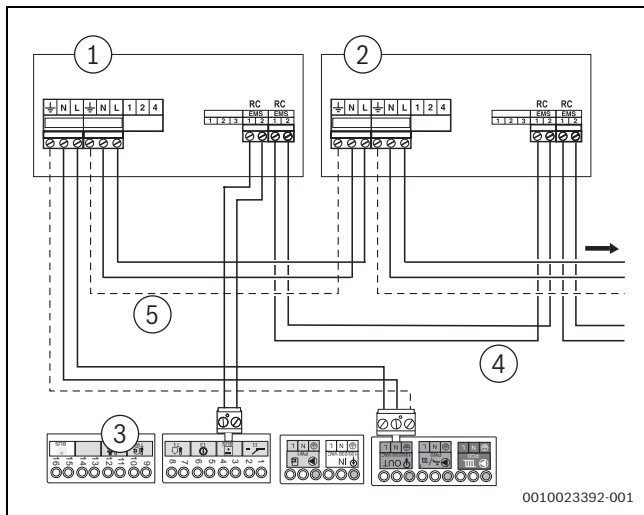

Bild 52 Anschluss mehrerer Funktionsmodule
- Außentemperaturfühler auf Anschlussklemme T1 (→ Bild 52, [10]) anschließen.